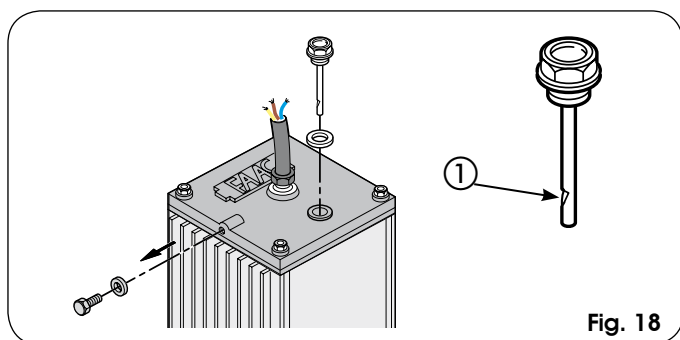
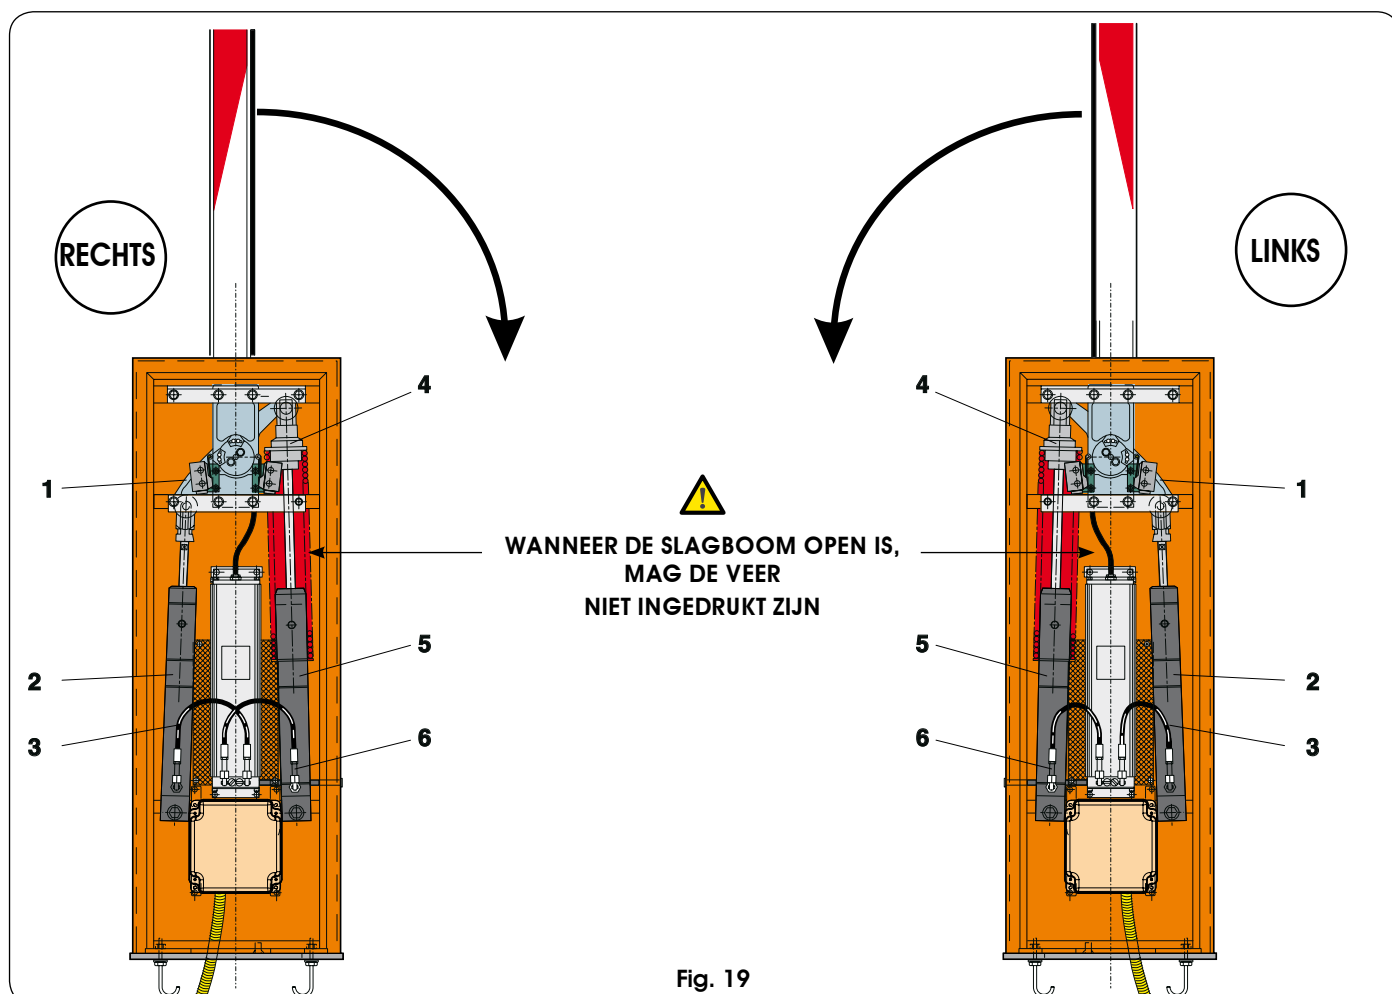

Fig. 18
Fig. 19
Het peil mag niet onder het streepje op de peilstok zakken (Fig. 18 ref. ①).
Vul olie bij door de vuldop los te draaien (Fig. 18), en er olie in te gieten tot aan het vereiste peil. Gebruik uitsluitend FAAC HP OIL.
5. Draai de stelring van de veer helemaal los (Fig. 19 ref. ④).
6. Haal de toevoerleidingen (Fig. 19 ref. ③ en ⑥) van de twee zuigers los, en maak de aansluitingen dicht.
7. Haal de twee zuigers (Fig. 19 ref. ② en ⑤) los van de bovenste en onderste bevestigingen en wissel ze om, en zet daarbij de tuimelaar (Fig. 18 ref. ①) tegen de mechanische aanslag voor het openen.
9. Sluit de toevoerleidingen aan zoals aangegeven in Fig. 19 afhankelijk van de configuratie van de slagboom (rechts of links).